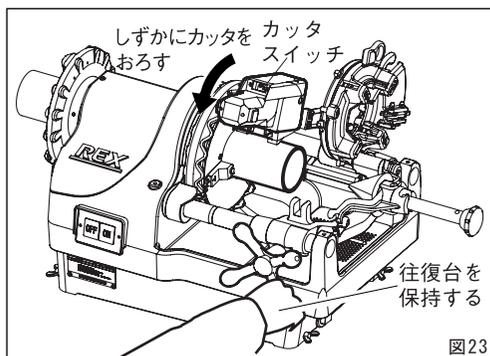

図23
- ③ パイプが回転をはじめたらカッタのスイッチをONにして、カッタを少しずつパイプにのせてください。切れ目が入り安定するまで往復台は保持しておきます。(図23)